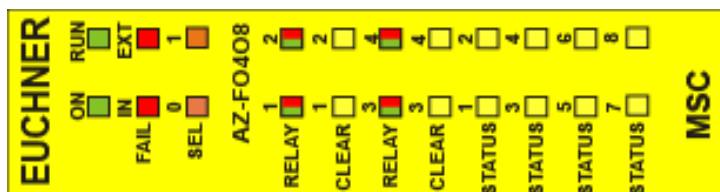

Figure 37:
8.4.10. Module AZ-F0408 (Figure 37)